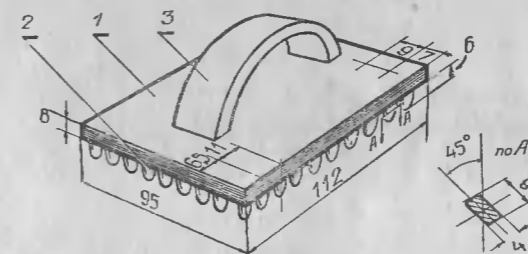

Рис. 14
**Маркер для зерновых культур (рис. 14).** Состоит из прямоугольной пластины **1**, зубьев **2** в количестве 100 шт., развернутых в отношении одной из сторон пластины под углом 45°. Зубья в среднем сечении имеют размеры 8 × 4 мм, а по высоте — 6 мм.